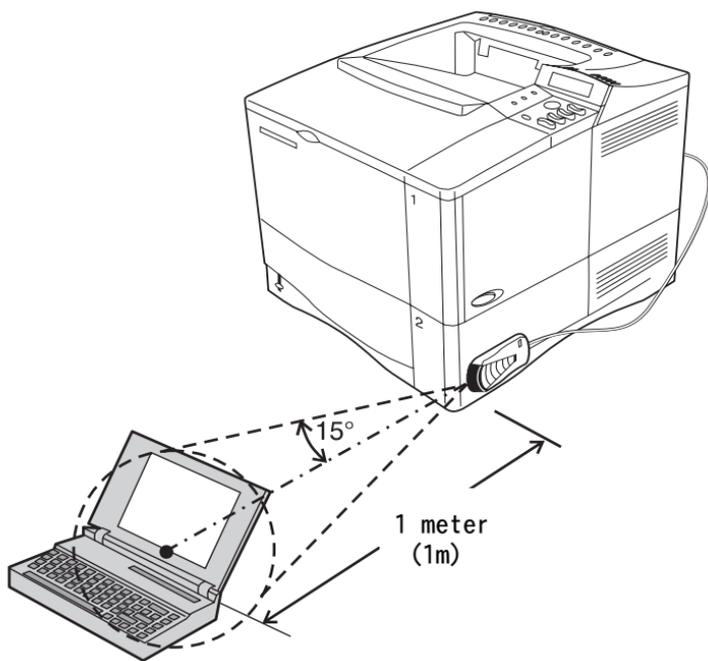

図 5 印刷に必要な機器の配置
1. ポータブル コンピュータ（または、IRDA 準拠の IR ウィンドウが付いたその他の機器）を、HP Fast InfraRed Receiver から 1 m（2～3 フィート）以内に配置します。印刷するための良好な接続を確保するには、IR ウィンドウが ± 15 度の角度になっていなければなりません。図 5 に、印刷するために必要な機器の配置を示します。
ステータス インジケータが点灯しない場合、HP Fast InfraRed Receiver の位置を送信側の機器の IR ポートに合わせ直して、全機器の配置を図 5 に示すように保ち、印刷ジョブを再送信してください。用紙を挿入するためなど、機器を移動した場合は、図 5 に示すように、すべての機器が動作範囲に収まっていることを確認してください。動作範囲外であると、必要な接続が維持されません。印刷ジョブの終了前に接続が切れた場合、HP Fast InfraRed Receiver のステータス インジケータがオフになります。40 秒以内に接続を回復して、ジョブを継続する必要があります。この時間内に接続を回復すれば、ステータス インジケータが再び点灯します。
送信側のポートが動作範囲の外に移動したり（図 5 を参照）、ポート間の障害物のために伝送が 40 秒間以上中断した場合、接続は永久的に切れてしまいます。（この障害物には、手、紙、直射日光などが考えられます。）ジョブのサイズによっては、パラレル ポートにケーブルを直接接続して印刷した場合に比べ、HP Fast InfraRed Receiver による印刷のほうが多少時間がかかることがあります。